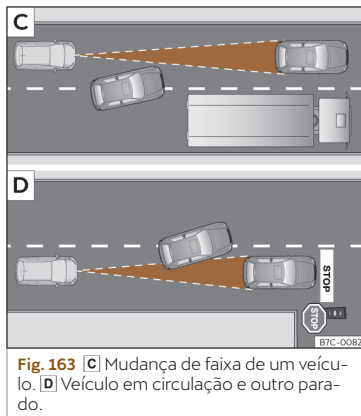

Fig. 163 [C] Mudança de faixa de um veículo. [D] Veículo em circulação e outro parado.
- Veículos que mudem para a faixa na qual circula a pouca distância do veículo »» **Fig. 163** [C].
» **Fig. 163**